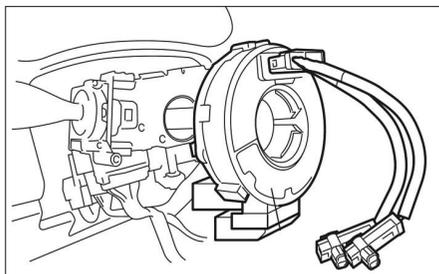

FIG. 9
- Extraire l'ensemble contacteur tournant de la colonne de direction (Fig.9).